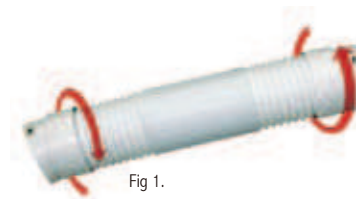

Fig 1.
A. Manguera de Escape y Conector: Fig. 1.
1. Adjuntar la parte roscada de uno de los Conectores de Manguera (4) a uno de los extremos de la Manguera de Escape (5), girándolo hacia la derecha.